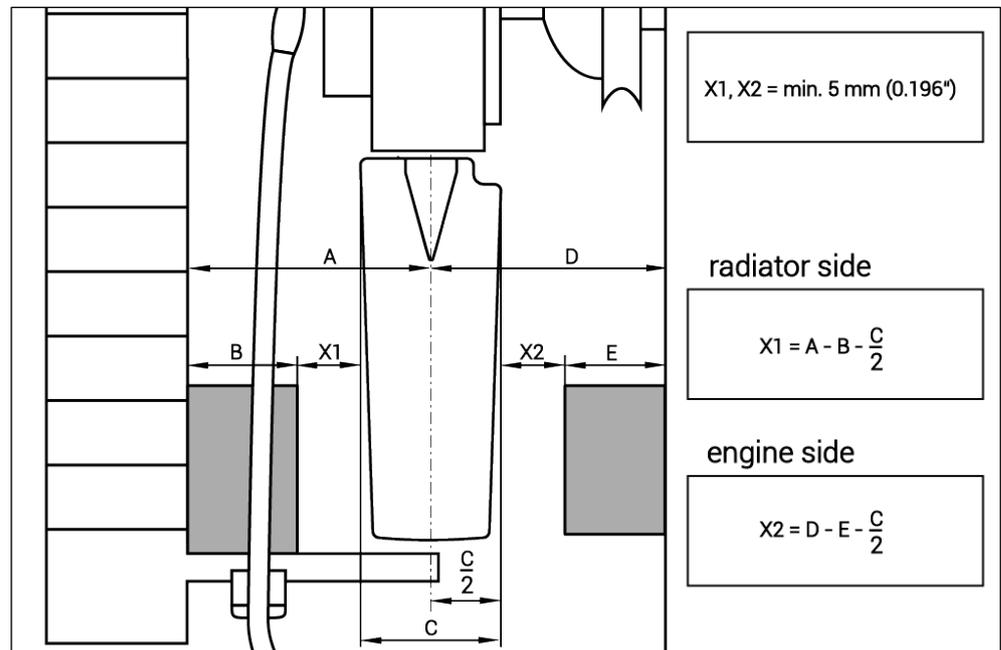

Abb. 38
33) Messen, ob sich Objekte im Weg befinden (siehe Abb. 38).